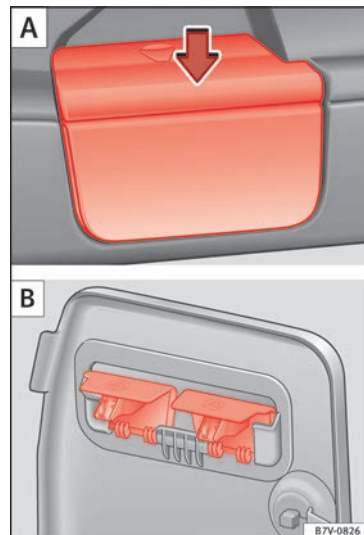

Fig. 164 Retire los soportes de la bandeja A y guárdela de forma segura B.
- Retire la bandeja del soporte de los revestimientos laterales » fig. 164 A. Para ello, presione la bandeja hacia arriba (flecha) y extráigala.
- Abra el compartimento en el revestimiento lateral izquierdo posterior del maletero » pág. 176 y enganche la bandeja en la parte trasera de la tapa del compartimento » fig. 164 B.